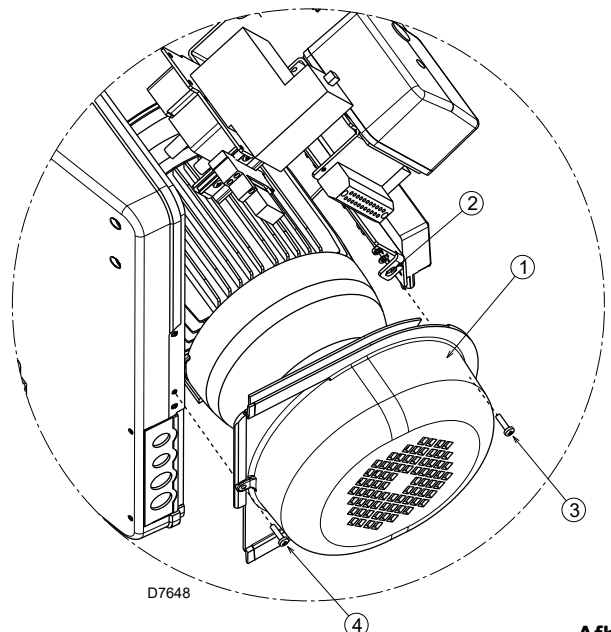

Afb. 7
- De brander is voorzien om uitsluitend in de posities 1, 2, 3 en 4 (Afb. 7) te werken.